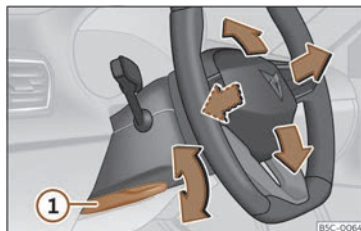

Abb. 92 Hebel auf der linken unteren Seite der Lenksäule.
- Hebel >>> (Abb. 92) ① nach unten schwenken, Lenkrad in die gewünschte Position bringen und Hebel wieder bis zum Schließpunkt nach oben drücken.
- Den Hebel >>> (Abb. 92) ① nach dem Einstellen immer fest nach oben schwenken, damit das Lenkrad während der Fahrt nicht unbeabsichtigt seine Position verändert.